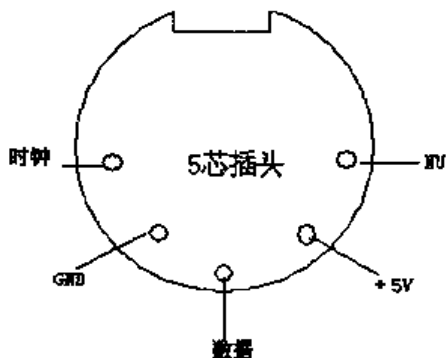

图 5.1 5 芯 PC 键盘插头
(1) 键盘插头: 键盘插头有两种: 大插头 (5 芯) 和小插头 (6 芯)。两种键盘插头的外形图及各插头接线定义如图 5.1 和 5.2 所示。